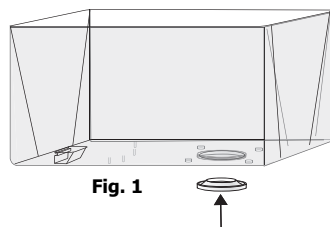

Fig. 1
1. Inserire la guarnizione di gomma grande sul fondo del serbatoio [Fig. 1].